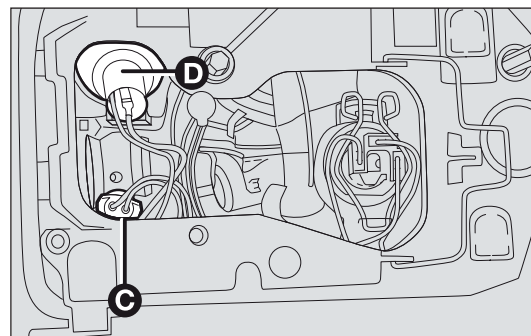

fig. 142
- ☐ gire el portalámpara C-fig. 142 y extráigalo (está fijado a presión);
- ☐ gire el portalámpara D-fig. 142 y extráigalo (está fijado a presión);